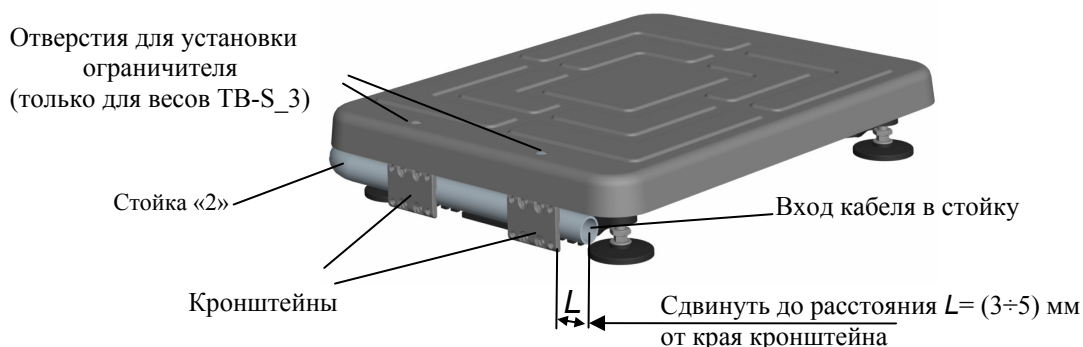

Рис. 5.1 - Крепление круглой вращающейся стойки к модулю ТВ-S
5.2 Снять грузоприемную платформу. Вынуть транспортировочные вкладыши (Рис. 5.1).
- Сдвинуть стойку S2 в направлении указанном стрелкой (Рис. 5.1), обеспечив расстояние $L = (3\div 5)$ мм от края стойки до края кронштейна.